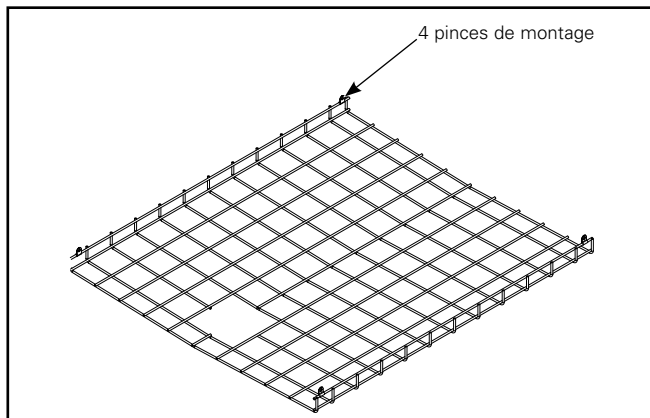

Figure 1.
1. Installez les quatre (4) fixations de la grille de protection à chaque coin de la grille, comme montré à la Figure 1.